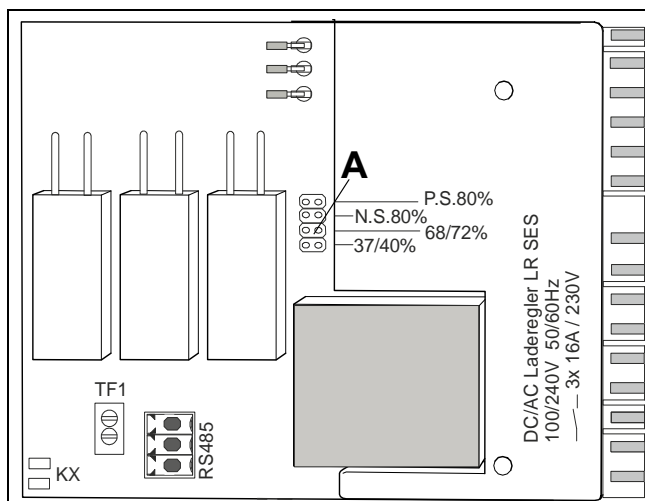

Abb. 23: Laderegler mit Programmierstecker (A) ED-Signal
Wird das Wärmespeicher an anderen ED-Systemen betrieben, so muss der Programmstecker (A) Abb.23, auf die entsprechende Position umgesteckt werden.